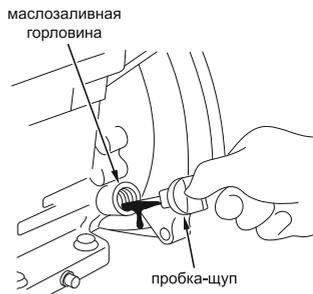

Рис. 4
- вывернуть пробку-щуп из маслосливной горловины картера двигателя, протереть щуп чистой ветошью (см. рис. 4);